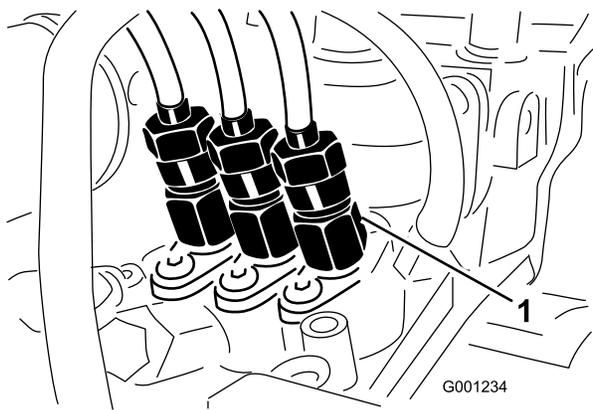

Рисунок 50
1. Ослабьте гайку трубки, идущей к соплу № 1, и держатель в сборе на насосе для впрыска топлива (Рисунок 50).